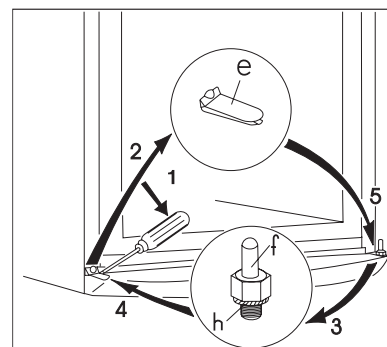

рис. 4
- С помощью отвертки вытащите вставку (e) нижней вентиляционной решетки (Рис. 4).
- Вывинтите нижнюю дверную петлю (h, f) морозильного отделения и снова привинтите её на другую сторону. При этом не забудьте поставить подкладную шайбу (h) (рис. 4).
- Установите дверь морозильного отделения на нижнюю дверную петлю (f) (рис. 4).